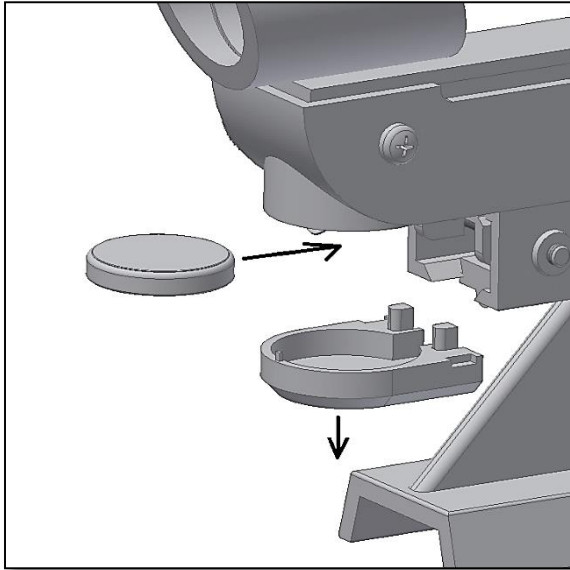

Figure 9. Retirez pile.
4. Remplacement de la pile Le point rouge doit être suffisamment brillant pour être visible pendant l'observation. Après quelques heures d'utilisation, la brillance peut s'atténuer au point de ne plus pouvoir le voir. La pile doit être remplacée. Éteignez (position OFF) le potentiomètre. Retirez le couvercle du compartiment à pile, puis la pile, et remplacez-la par une pile neuve (figures 9 et 10).